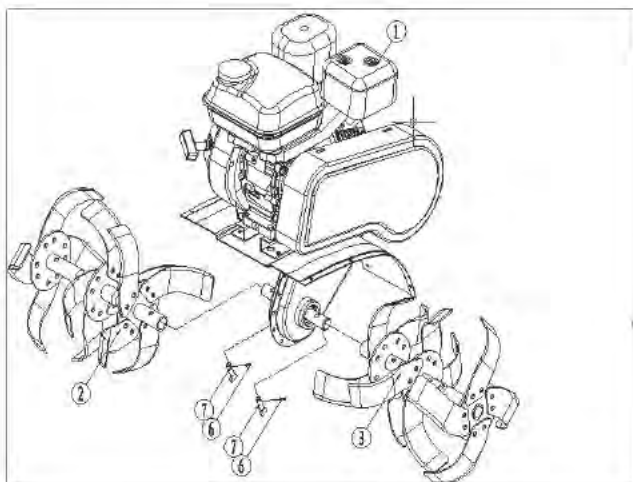

РИС.3
Разместите фрезы в сборе ② и ③ под корпусом культиватора ① в порядке, как указано на рис. 3. (Обратите внимание на направление режущих кромок ножей и убедитесь в симметричности монтажа). Совместите отверстия фрез с отверстиями выходного вала культиватора и зафиксируйте их при помощи штифтов ⑦ и шплинтов ⑥ x 2.